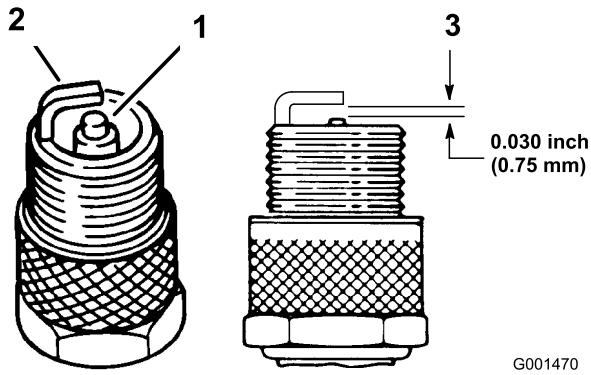

Figura 27
1. Mire la parte central de las bujías (Figura 27). Si se observa un color gris o marrón claro en el aislante, el motor está funcionando correctamente. Si el aislante tiene un recubrimiento negro, significa que el limpiador de aire está sucio.
2. Compruebe la separación entre los electrodos central y lateral (Figura 27). Si la distancia no es correcta, doble el electrodo lateral (Figura 27).
3. Conecte los cables a las bujías (Figura 27).